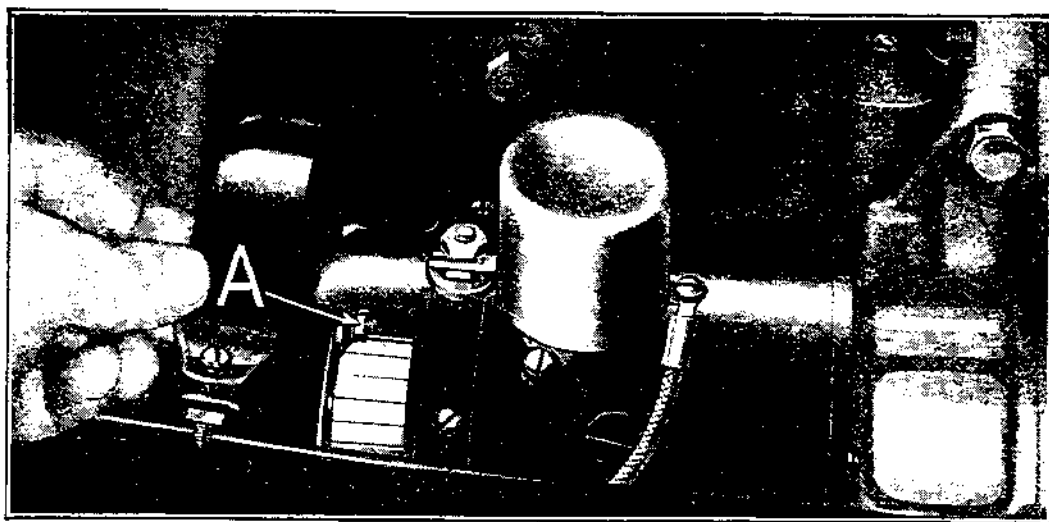

Fig. 484
- b) Desserrer l'écrou de fixation du troisième porte-balai (voir A, fig. 484) et déplacer le troisième balai le plus loin possible vers la gauche, c'est-à-dire vers le moteur.